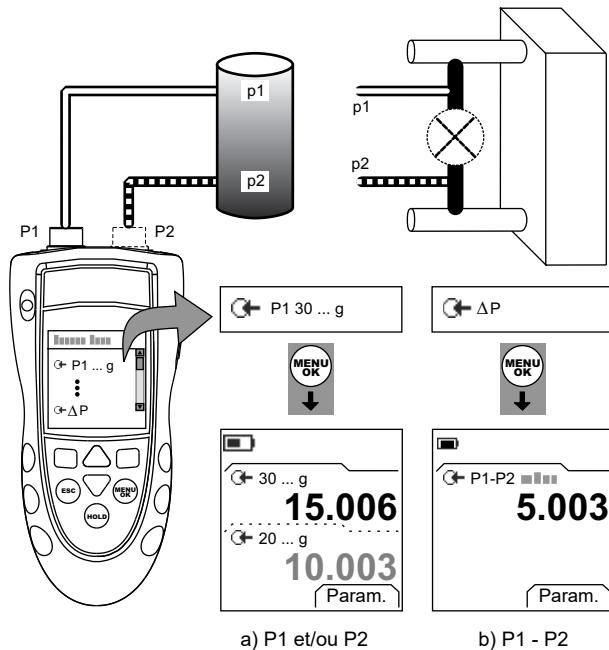

Figure 2 : Exemple de configuration - Mesure de pression
1. Raccorder l'instrument (Figure 2) et, si nécessaire, régler la *Configuration* (Tableau 1).
Les exemples de la Figure 2 indiquent :
1. Raccorder l'instrument à l'éalon de pression (Figure 2).